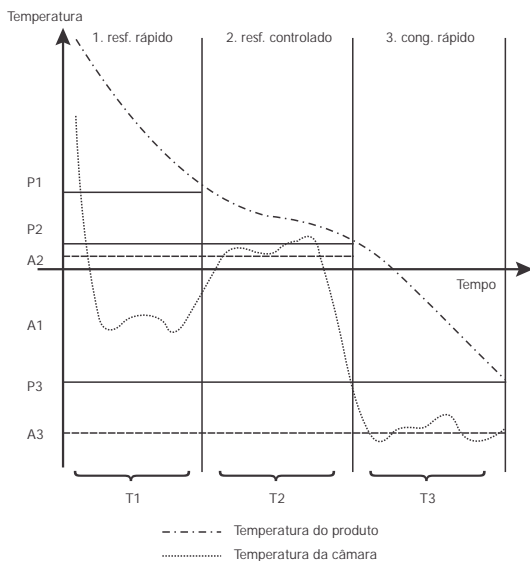

Fig. 2 - Ciclo completo
- . Abatedor de temperatura set point A1, A2, A3 na Fig. 2.
- . Duração (ciclo de tempo) ou a duração máxima (ciclo de temperatura) T1, T2, T3 na Fig. 2.
- . O set point de temperatura do produto para a fase final (por ciclo temperatura) P1, P2, P3 na Fig. 2.